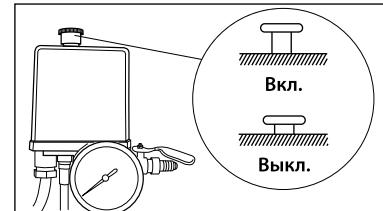

рис. 6
- Установите в разрыв цепи питания дополнительное автоматическое защитное устройство (рис. 6).
- Убедитесь, что выключатель компрессора 12 (рис. 1) находится в положении «Выключено» (рис. 6).